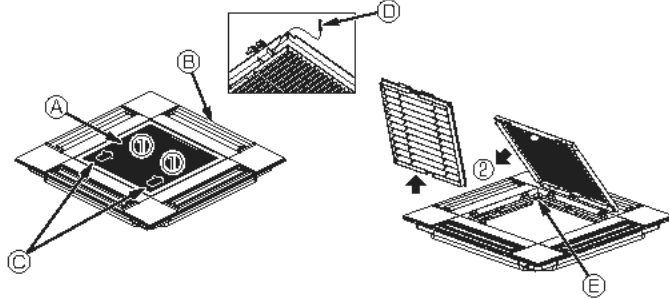

Fig. 10-3
10.2.1. Hava giriş ızgarasının çıkarılması (Fig. 10-3)